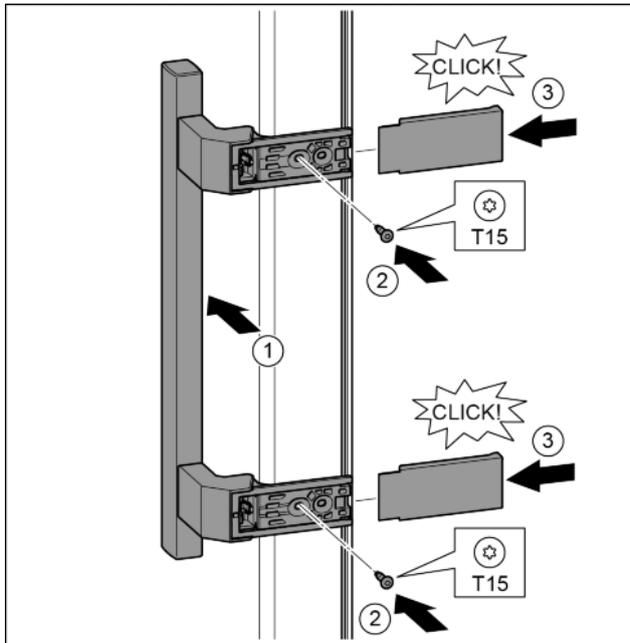

Fig. 39
- ▶ Applicare la maniglia sul lato opposto. Fig. 39 (1)
- ▶ Serrare le viti con il cacciavite T15. Fig. 39 (2)
- ▶ Applicare le coperture lateralmente e inserirle spingendo. Fig. 39 (3)